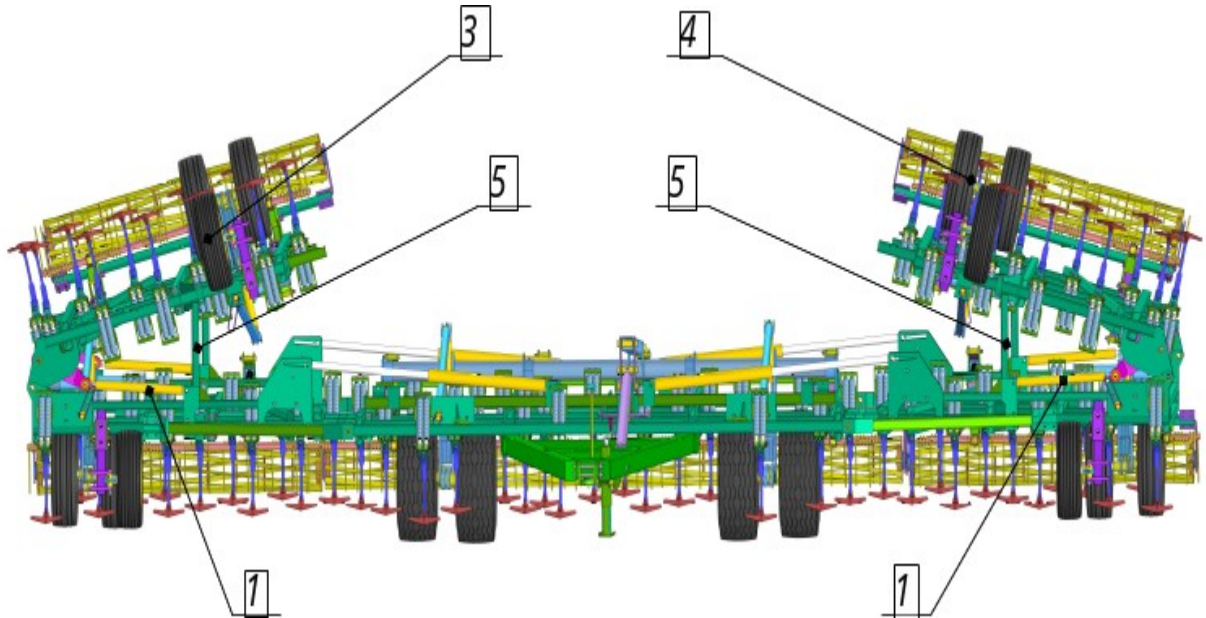

Рисунок 5 – КСОП-15 подъем крайних крыльев.
- при помощи гидроцилиндров 1 (рисунок 5) поднять крайние крылья 2;3 и продолжать перемещать их пока рама крыльев соприкоснется со стойкой 5;